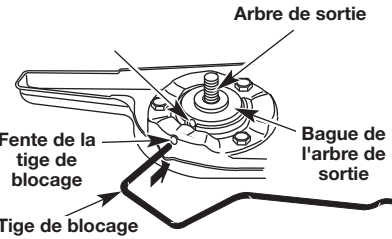

Fig. 11
- Alignez le trou de la bague de l'arbre avec la fente de la tige de blocage, puis insérez la tige dans le trou (Fig. 11).